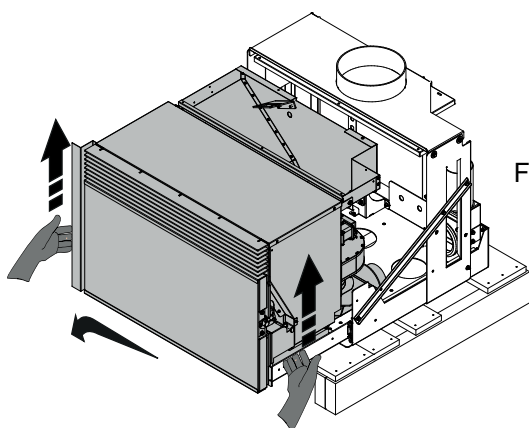

Fig. 6.1.5
10. Sollevare la macchina e toglierla dalle guide (Fig. 6.1.5);